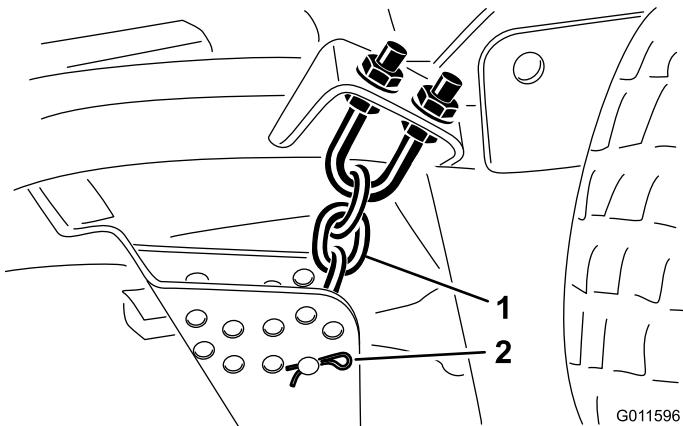

Figura 18
- Togliete la coppia e il perno con testa che fissano le catene dell'altezza di taglio sul retro dell'apparato di taglio (Figura 18).